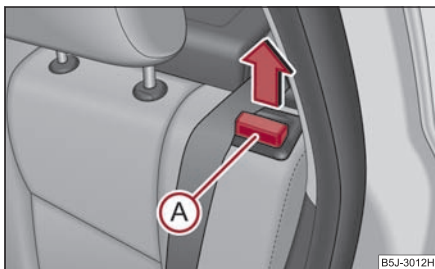

Fig. 69 Deblocarea spătarului banchetei
- Deblocați spătarul trăgând de butonul de siguranță A și rabatați-l în față ⇒ fig. 69.
- Asigurați-vă că partea roșie a butonului de siguranță A nu se vede ⇒ fig. 69.